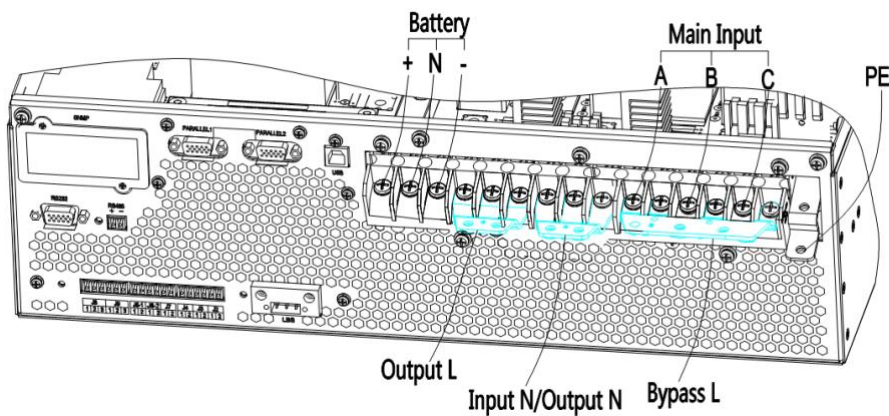

Fig. 2-16 Entrada trifásica y salida monofásica, entrada común
2. Realizar Cortocircuito en mA, bA, bB y bC con barra de cobre No.6; cortocircuito en, bN y mN con barra de cobre No.7; cortocircuite oA, oB, oC con la barra de cobre No.4. Muestra en fig 2-16.